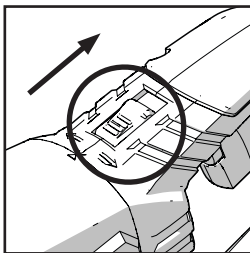

Fig. 8
- Skjut och håll handtagets roteringsknapp bakåt. (**Fig. 8**)